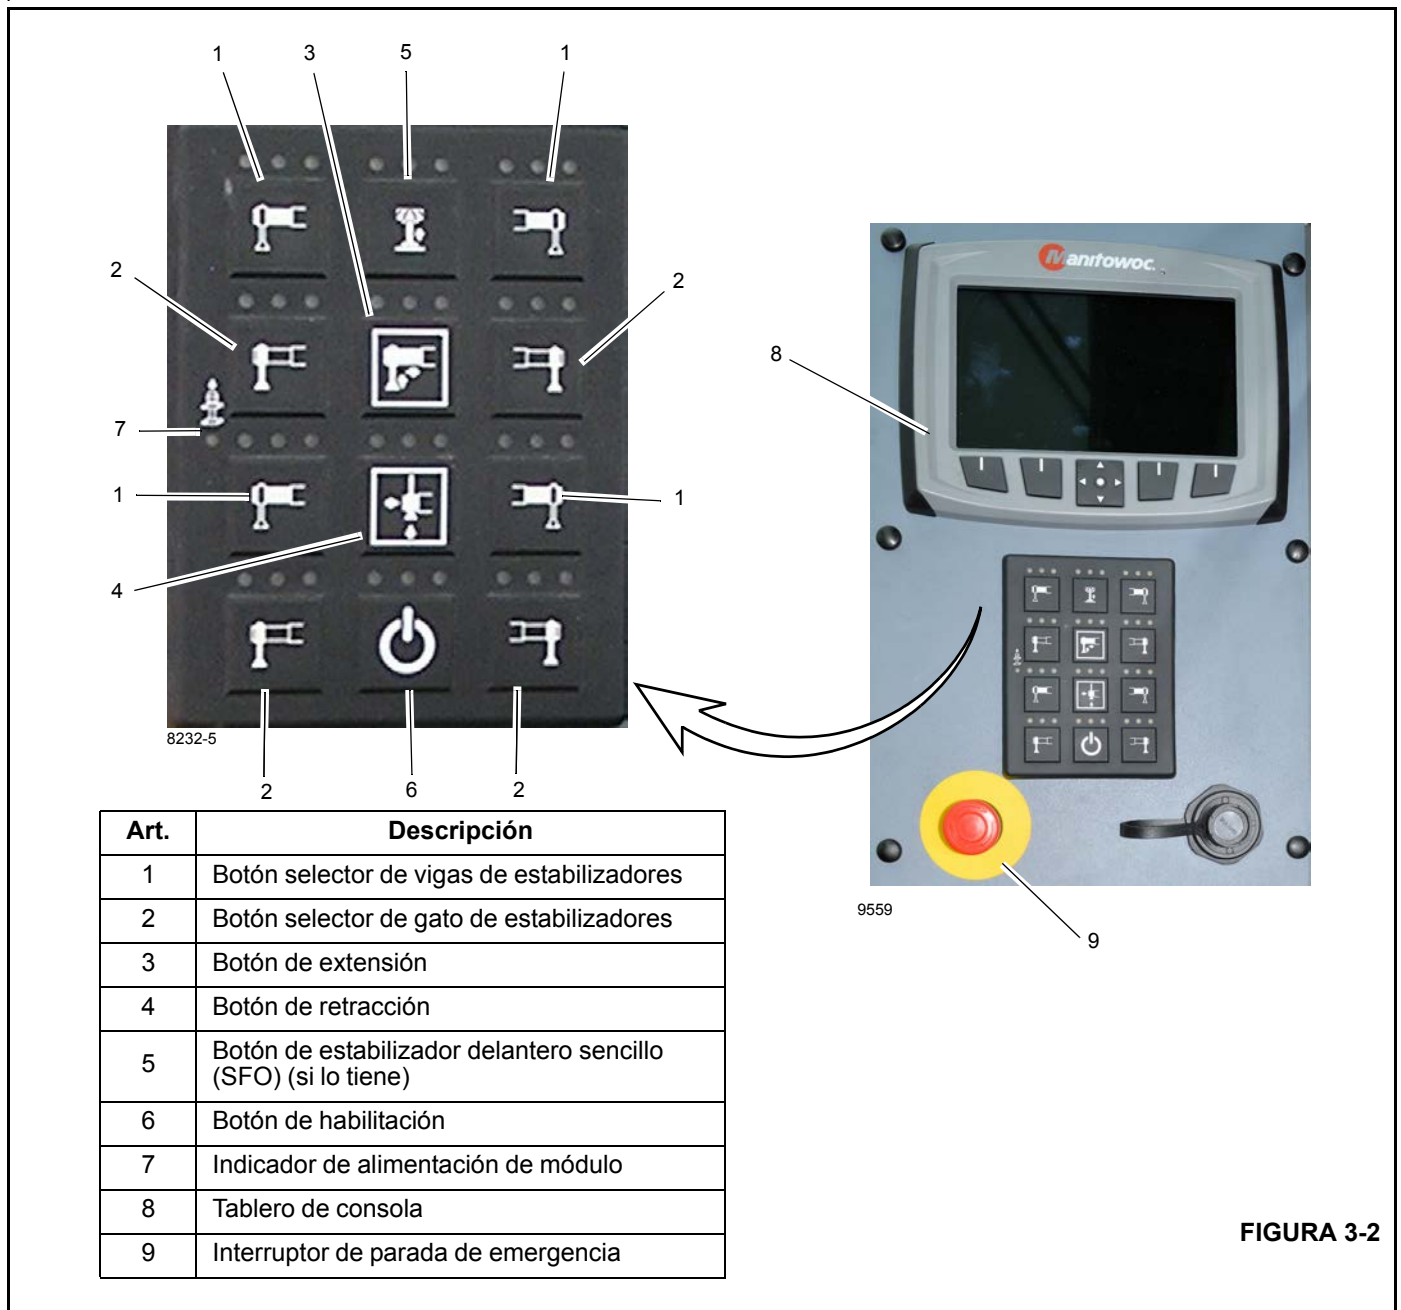

FIGURA 3-2
Los estabilizadores se pueden accionar desde tres lugares, que incluyen un controlador (Figura 3-2) ubicado en la consola de la cabina de la grúa y dos tableros de control de los puestos exteriores ubicados en los lados izquierdo y derecho de la plataforma del vehículo. Cada controlador contiene los botones de control para extender y retraer las vigas, para elevar y bajar los cilindros (gato) de estabilizadores y para elevar y bajar el estabilizador delantero sencillo (SFO), si lo tiene.
Hay un tablero de control de estabilizadores ubicado a cada lado de la grúa, como se ilustra en la Figura 3-1 y la Figura 3-2. Los siguientes detalles corresponden a ambos tableros de control, como se indica.
Hay cuatro botones selectores de vigas de estabilizadores (1) ubicados en cada tablero de control de estabilizadores (Figura 3-2).
Hay cuatro botones selectores de gato de estabilizadores (2) ubicados en cada tablero de control de estabilizadores (Figura 3-2).
El botón de habilitación (6) se encuentra en cada tablero de control de estabilizadores (Figura 3-2) y se usa junto con la preselección de los botones selectores de estabilizadores (1, 2) para controlar el funcionamiento de los estabilizadores.
El botón de extensión (3) se encuentra en el tablero de control de estabilizadores (Figura 3-2) y se usa junto con los botones de habilitación (6) para controlar las funciones de las vigas de los estabilizadores o de los gatos.
El botón de retracción (4) se encuentra en el tablero de control de estabilizadores (Figura 3-2) y se usa junto con los botones de habilitación (6) para controlar las funciones de las vigas de los estabilizadores o de los gatos.
Los indicadores LED muestran el estado del botón de control que se está seleccionando (Figura 3-2) en el tablero de control de estabilizadores. Un LED se ilumina por 5 segundos después de que un botón ha sido seleccionado.
El indicador de alimentación de módulo (7) se encuentra en cada tablero de control de estabilizadores e indica que el tablero de puesto de control del estabilizador (Figura 3-2) está activo cuando se ilumina un LED verde. El puesto de control no se puede activar si la grúa está realizando otra función. (Por ejemplo: accionando la pluma).
Los botones selectores de vigas de estabilizadores (1, Figura 3-2) se utilizan para accionar las vigas de estabilizadores delanteras o traseras. Ambos lados se pueden accionar desde el tablero de control de estabilizadores de la cabina.
Los botones selectores de viga de los estabilizadores de control exterior (1, Figura 3-2) se usan para accionar la viga de los estabilizadores delantera o trasera solamente en el lado de la grúa donde se encuentra el control desde el suelo.
Use los botones selectores de gato de estabilizadores (2, Figura 3-2) para indicar qué gato desea accionar.
El botón del estabilizador delantero sencillo (SFO) (5, Figura 3-2) se encuentra en el tablero de control de estabilizadores (si lo tiene).
Hay un interruptor de parada de emergencia (9, Figura 3-2) ubicado en cada control de estabilizadores a cada lado del vehículo y en el interior de la cabina en la consola delantera (9, Figura 3-3). Cuando se presiona un interruptor de parada de emergencia, se apaga el motor.